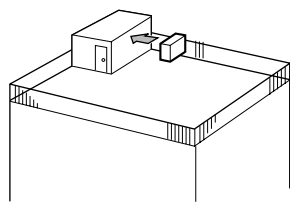

Fig. 2-3
- ① Rett luftutslippet mot nærmeste tilgjengelige vegg, hold en avstand på omtrent 50 cm. (Fig. 2-3)